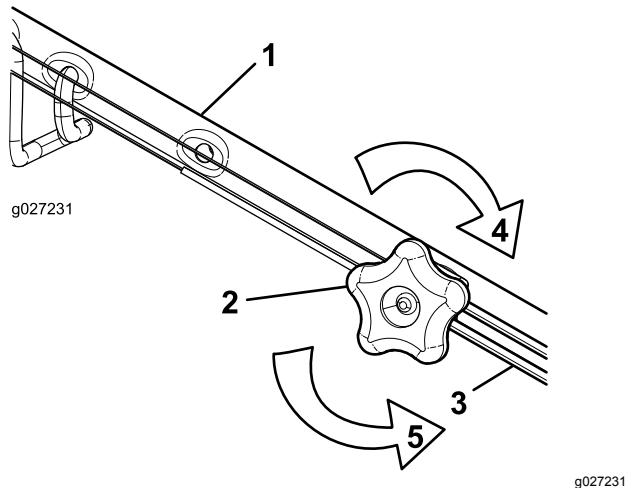

Figure 34
- Tournez le bouton de réglage dans le sens antihoraire pour desserrer le réglage du câble (Figure 34).
- Ajustez la tension du câble (Figure 34) en le tirant en arrière ou en le poussant en avant puis en le maintenant à cette position.